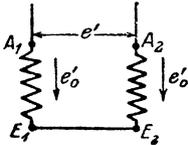

Fig. 98.
245.  $A_1E_1$  und  $A_2E_2$  sind Sitze zweier EMK, deren Vektoren einen Winkel von  $120^\circ$  miteinander einschließen. Die gemessene Größe jeder EMK ist  $e'_0 = 100$  [220] (220) V. Welche Spannung  $e'$  mißt man zwischen  $A_1$  und  $A_2$ , wenn  $E_1$  mit  $E_2$  verbunden wird (Fig. 98.)
Lösung: Wie aus den in Fig. 98 eingezeichneten Pfeilen hervorgeht, subtrahieren sich die beiden EMK, also ist die zwischen  $A_1$  und  $A_2$  gemessene Spannung die Differenz der beiden Spannungen